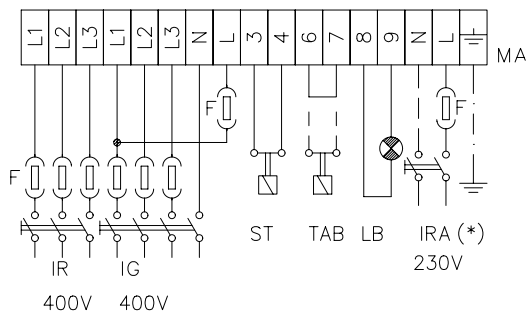

Рис. 6
- Выполнить электрические подключения к клеммной коробке подачи питания, согласно схеме на Рис.6; проверить направление вращения двигателя вентилятора и затем установить на место крышку электрощита.